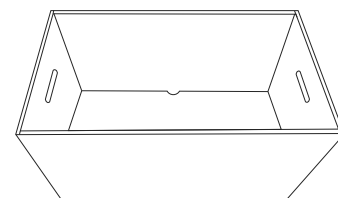

Figure 15
11. La boîte est assemblée. (Voir Figure 15)